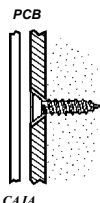

Figura 2: Posición Tornillo de Montaje
- Monte la tapa posterior del transmisor sobre la pared utilizando dos tornillos. Use tornillos ISO 7050 (ST3.5 x 22) o similares de modo tal que la cabeza del mismo no toque el PCB – *ver figura 2*.